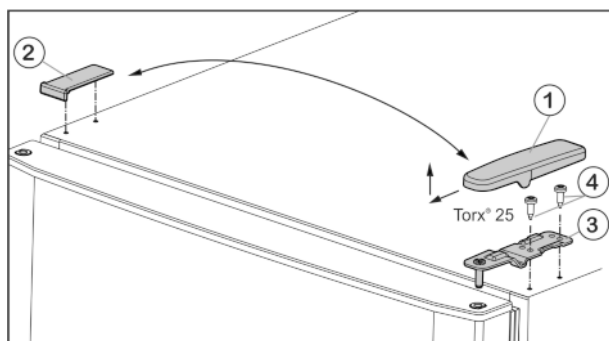
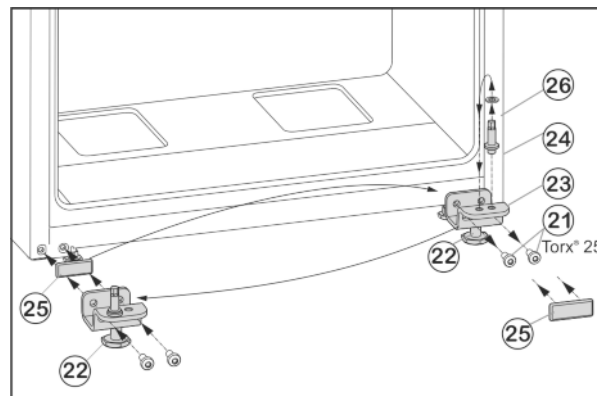

Fig. 5
Fig. 7
- ▶ Kryt Fig. 5 (1) stáhněte dopředu a nahoru.
- ▶ Kryt Fig. 5 (2) zvedněte.
- ▶ Horní stojan ložiska Fig. 5 (3) odšroubujte (2 krát Torx® 25) Fig. 5 (4) a stáhněte nahoru.
- ▶ Upevňovací šrouby Fig. 7 (21) odšroubujte.
- ▶ Vyměňte spodní stojan ložiska Fig. 7 (23) i s ložiskovým čepem Fig. 7 (24), podložkou Fig. 7 (26) a seřizovací nožkou Fig. 7 (22).
- ▶ Ložiskový čep Fig. 7 (24) kompletně odšroubujte i s podložkou Fig. 7 (26), přemístěte do protilehlého upínacího otvoru stojanu ložiska a opět přišroubujte.
- ▶ Krycí desku Fig. 7 (25) opatrně sejměte a přemístěte ji na protější stranu.
- ▶ Spodní stojan ložiska Fig. 7 (23) opět kompletně, i s ložiskovým čepem Fig. 7 (24), podložkou Fig. 7 (26) a seřizovací nožkou Fig. 7 (22), případně s pomocí akumulátorového šroubováku **silou (4 Nm)** našroubujte na nové straně závěsu dveří.
- ▶ Spodní dveře nasadte shora na ložiskový čep Fig. 7 (24).
- ▶ Prostřední stojan ložiska (13) otočený o 180° nasadte do spodních dvířek a našroubujte jej pomocí upevňovacích šroubů (11) (2 x Torx® 25) pevně na novou stranu závěsu dveří (4 Nm).
- ▶ Opět nasad'te plastovou podložku (10).
- ▶ Horní dvířka usad'te na prostředním ložiskovém čepu (13).
- ▶ Horní stojan ložiska Fig. 5 (3) vložte na nové straně závěsu do dvířek.
- ▶ Horní stojan ložiska **pevně přišroubujte (4 Nm)** (2krát Torx® 25) Fig. 5 (4). Popřípadě použijte akumulátorový šroubovák.
- ▶ Kryt Fig. 5 (1) na opačné straně zvenčí nasad'te a nechte zaklapnout.
- ▶ Kryt Fig. 5 (2) vždy na opačné straně shora nasad'te a nechte zaklapnout.
- ▶ Seřizovací nožku Fig. 7 (22) na spodním stojanu ložiska Fig. 7 (23) vytáčejte, až dosedne na zem.